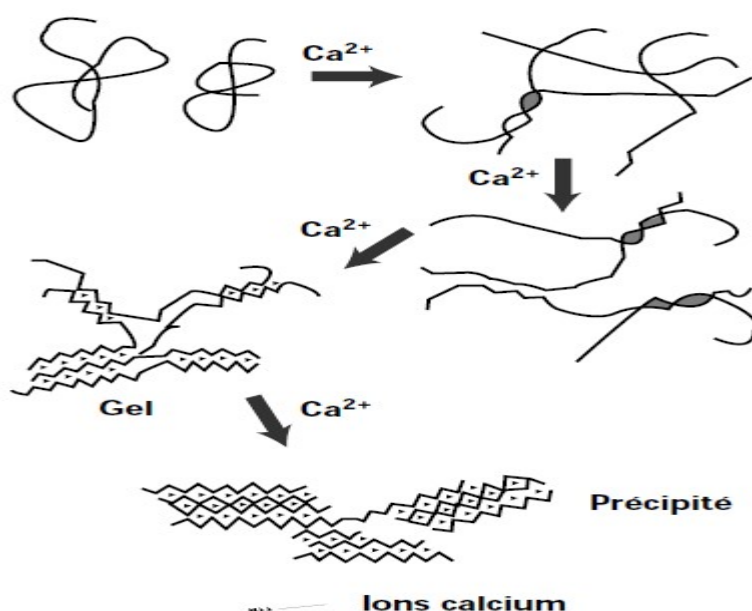

Figure 3. Etapes de gélification.
- ✓ Etat « gel rigide » : les chaînes s'organisent entre elles pour former un gel ferme (Figure 3).